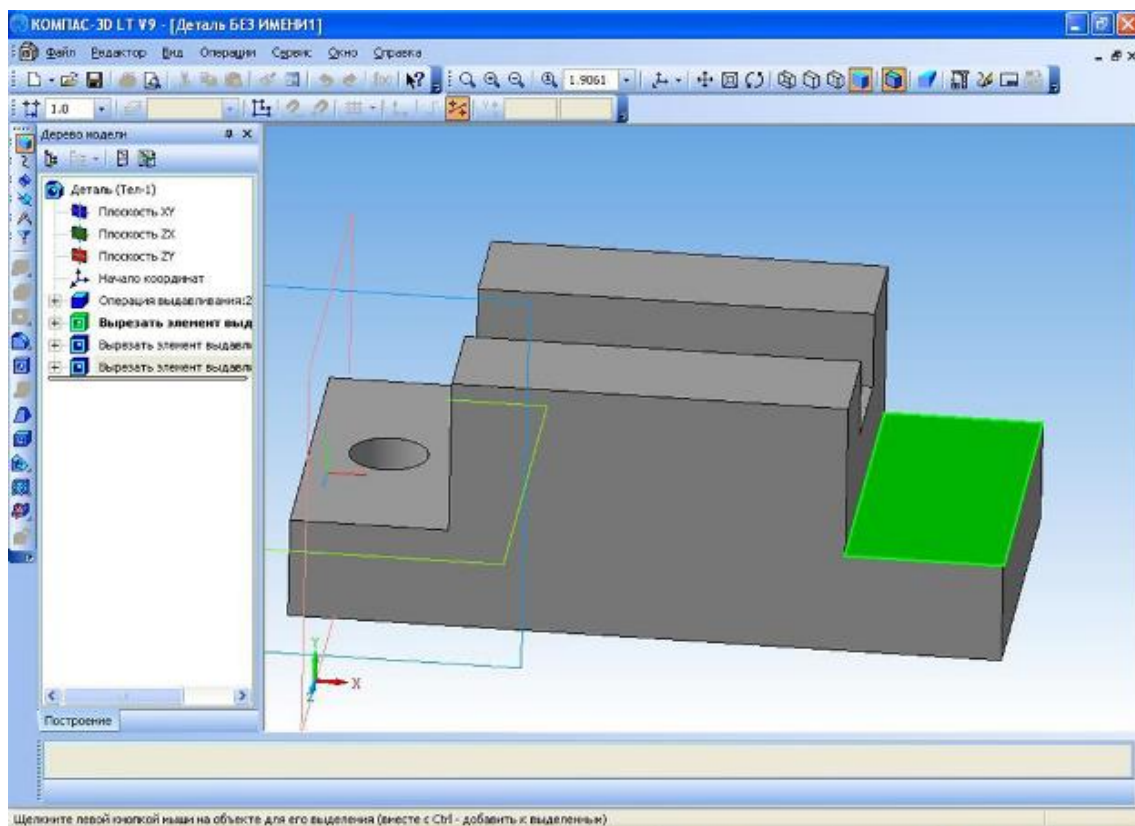

Рис.22
4. Аналогично поступаем и с противоположной частью заготовки (см. приложение рис.22).